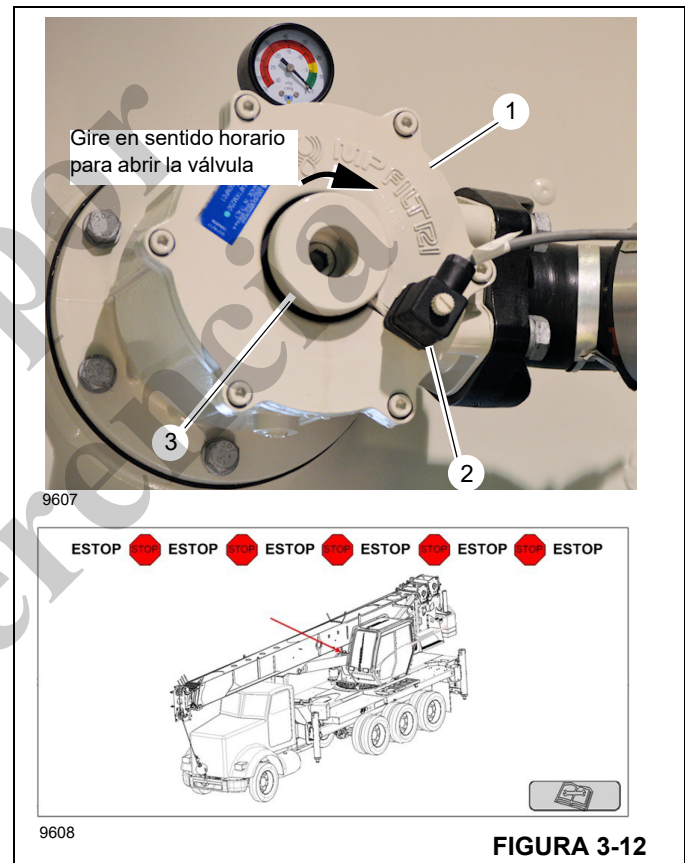

FIGURA 3-12
La bomba de aspiración hidráulica (1, Figura 3-12) se encuentra en la parte delantera del depósito hidráulico. La bomba tiene un interruptor de seguridad (2) que determina si la válvula de corte se abre o se cierra. La válvula debe estar completamente abierta para que se pueda arrancar y accionar la grúa. Cuando la válvula está cerrada, la grúa no arrancará. Este interruptor de
Cuando la válvula de aspiración está cerrada, se muestra la vista de advertencia de ESTOP en el RCL (Figura 3-12). La vista de ESTOP permanece hasta que la válvula de aspiración esté completamente abierta.